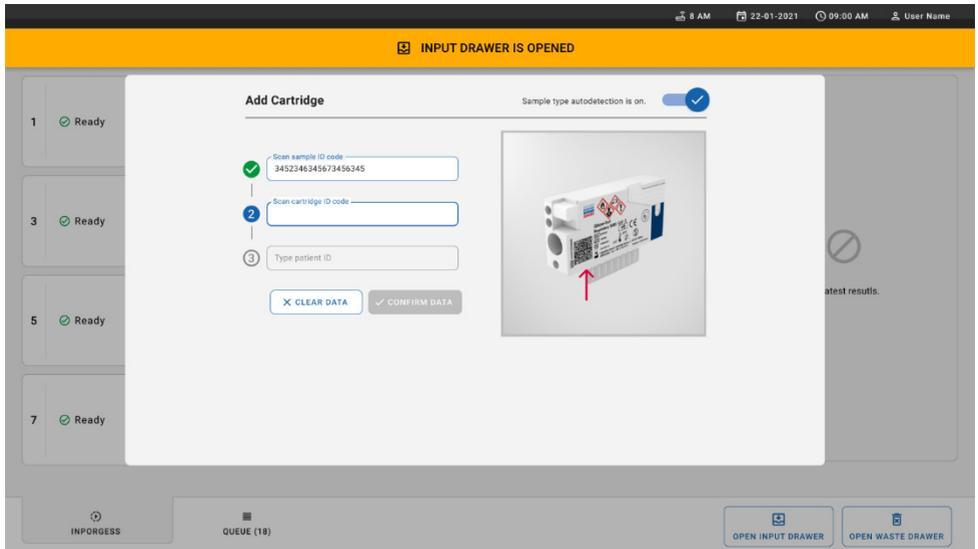
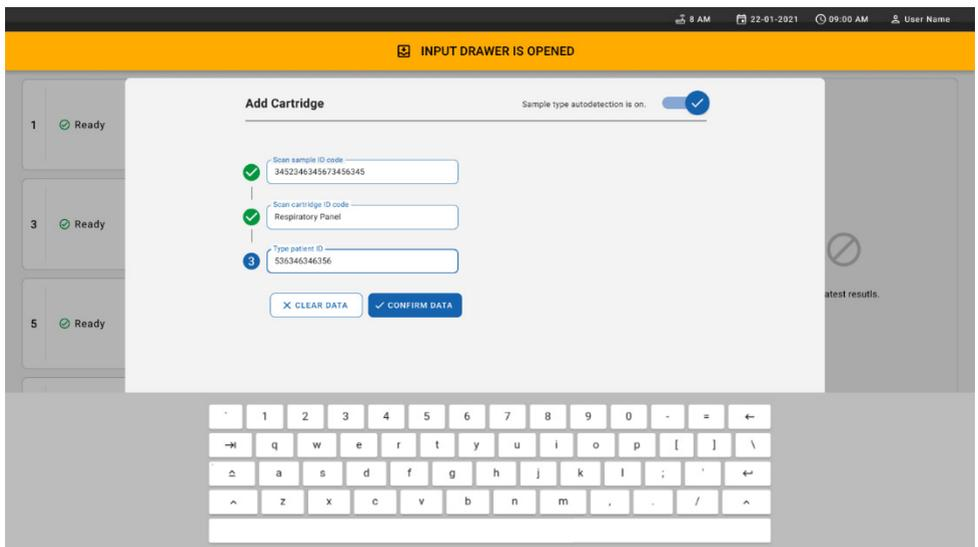

Figura 25. Introducción del ID del paciente.
Figura 26. Escriba el identificador del paciente y, a continuación, confirme la pantalla de datos.
10. Escriba el identificador del paciente (el identificador del paciente debe establecerse en on [activado]) (figura 25) y, a continuación, confirme los datos (figura 26).